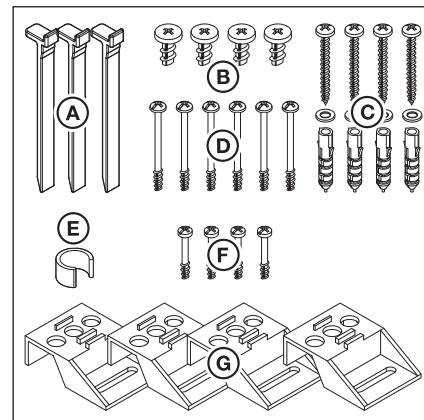

Рис. 3-4: Пакет со вспомогательными принадлежностями для корпуса блока управления
- Монтаж корпуса с монтажными опорами на стальном листе осуществляется с помощью входящих в комплект поставки саморезов для дюбелей (см. рис. 3-4 (C)) и подкладных шайб (просверлено отверстие 3,5 мм).